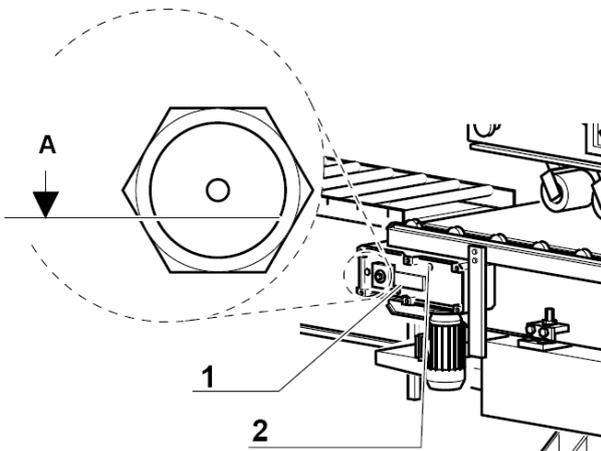

Fig. 38
Par la vis transparente (Fig. 38/A) vérifier que le niveau de l'huile ne s'abaisse trop.
1. Vidanger, dans un récipient de près de 2 litres, l'huile usagée du réducteur, en dévissant la vis de déchargement (Fig. 38/1).
2. Pour faciliter le déchargement de l'huile, dévisser la vis de chargement (Fig. 38/2).
3. Décharger toute l'huile et revisser sur son logement la vis de déchargement (Fig. 38/1).
4. Par la vis (Fig. 38/2), remplir l'ensemble avec 1 litre d'huile ROL/HIDRODIAMIC DEX, ou une équivalente d'autre marque.